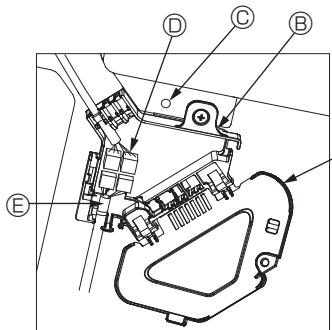

Fig. 10-8
- ① Retirez la vis de fixation du couvercle de la boîte de raccordement, puis ouvrez le couvercle.
- ② Branchez correctement le connecteur du fil de jonction du moteur des ailettes et le connecteur du fil du moteur des ailettes du panneau dans la boîte de raccordement. (Fig. 10-8)
- ③ Refermez le couvercle de la boîte de raccordement.